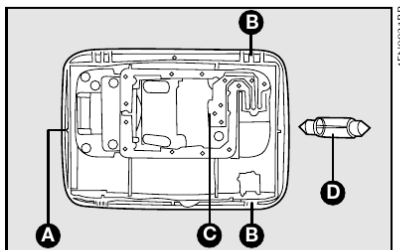

fig. 40
- retirar o refletor recolocando a nova lâmpada na sede **C-fig. 40** e substituir a lâmpada cilíndrica **D**.